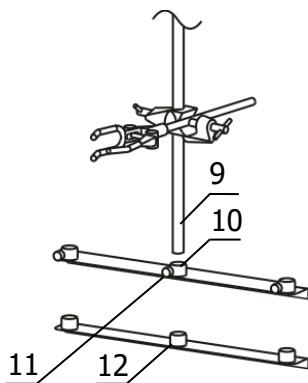

Рисунок 5 — Установка штатива
2.2.7 При необходимости установить в вертикальное положение и закрепить высокую и неустойчивую емкость использовать бани, оснащенные штативами 8 (рисунок 1). В этом случае необходимо вставить трубку штатива 9 (рисунок 5) во втулку верхней планки 10, опустить до упора во втулку нижней планки 12 и зафиксировать крепежным винтом 11.